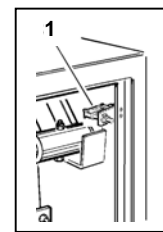

Abb. 7
Hinweis: Der Sicherheitsmikroschalter (1) verhindert einen Schrankenbetrieb, solange die Wartungstür geöffnet ist! (s. **Abb. 7**)
Hinweis: Der Sicherheitsmikroschalter verhindert ein Schrankenbetrieb solange die Wartungstür geöffnet ist! (s. Abb. 7)